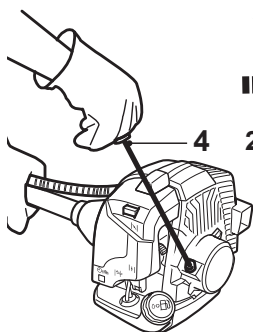

Fig. 22
- > Immobilisez l'appareil et tirez sur la poignée du lanceur à rappel [4] 4/5 fois; la machine ne devrait pas encore démarrer (Fig. 22).
- > Immobilisez l'appareil et tirez d'un coup sec sur la poignée du lanceur à rappel [4] jusqu'à ce que le moteur démarre (Fig. 22).
rappel [4]; recommencez jusqu'à ce que le moteur démarre (Fig. 22).